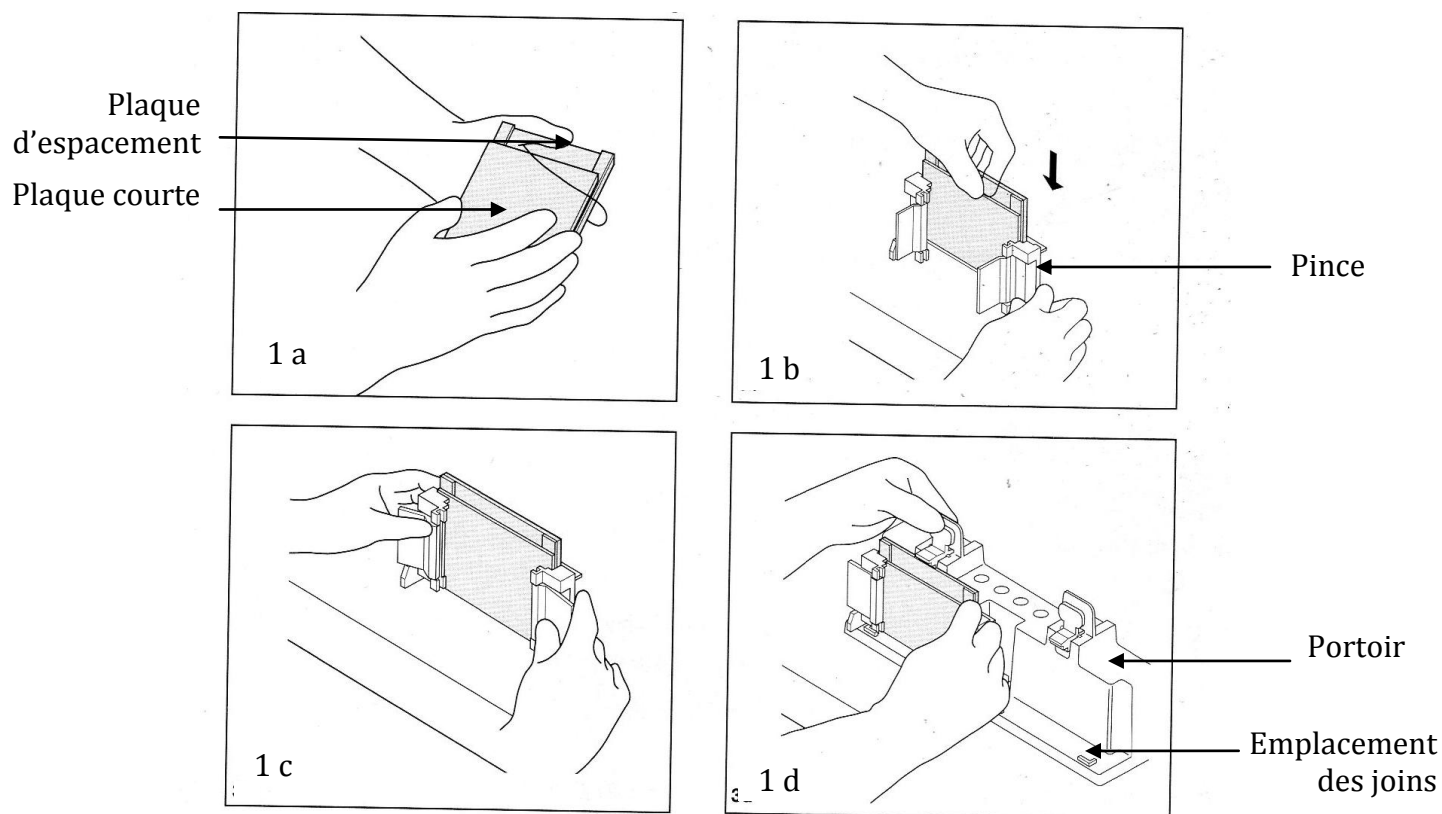

Figure 1 : Préparation de la cassette
- Positionner la plaque courte à l'extrémité basse de la plaque d'espacement (**figure 1 a**).
- Glisser les deux plaques dans les pinces en plaçant la plaque courte du côté du mécanisme de serrage (**figure 1 b**).
- Serrer le mécanisme de serrage des pinces afin de maintenir les plaques (**figure 1 c**).Vérifier que l'extrémité basse des plaques soit alignée sur une surface plate. L'ensemble plaques-armatures est appelé **cassette**.
- Maintenir la cassette sur le portoir avec le levier à ressort (**figure 1 d**).